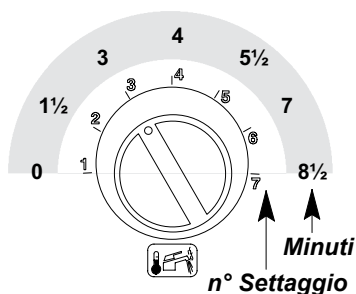
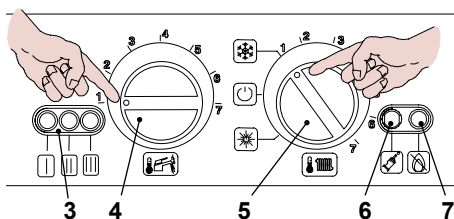
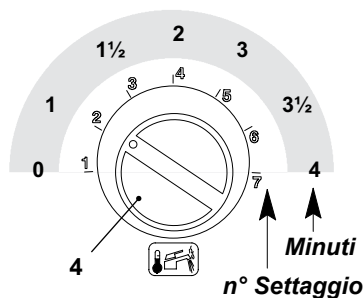

Figura 5.14
Figura 5.15
Figura 5.17
- Se non si visualizza questa sequenza premere il pulsante di ripristino 6 in Figura 5.15 tante volte fino alla visualizzazione.
Per visualizzare il settaggio impostato tenere premuto il pulsante di ripristino 6 in Figura 5.15 per circa 5 secondi. Le spie di segnalazione 3 in Figura 5.15 lampeggeranno un numero di volte pari al settaggio (Figura 5.14).
- Per cambiare il settaggio ruotare la manopola regolazione temperatura sanitari 4 in Figura 5.15 e posizionarla sul tempo prescelto Figura 5.14 (nella figura es. manopola settata per frequenza di riaccensione di tre minuti), la lampada di segnalazione blocco 7 in Figura 5.15 lampeggia velocemente.
- Alimentate elettricamente la caldaia azionando l'interruttore bipolare previsto nella installazione; la lampada di segnalazione 3 in Figura 5.15 lampeggia ogni 4 secondi
- Posizionare il selettore 5 come indicato in Figura 5.15; la lampada di segnalazione 3 lampeggia ad intermittenza circa ogni 2 secondi.
- Tenere premuto il pulsante di ripristino 6 in Figura 5.15 per circa 10 secondi, la lampada di blocco 7 in Figura 5.15 inizierà a lampeggiare.
- Per settare il tempo di postcircolazione della pompa le spie di segnalazione 3 in Figura 5.15 devono essere visualizzate come in Figura 5.16 (legenda spie a pag. 7)
- Se non si visualizza questa sequenza premere il pulsante di ripristino 6 in Figura 5.15 tante volte fino alla visualizzazione (1 volta).
Per visualizzare il settaggio impostato tenere premuto il pulsante di ripristino 6 in Figura 5.15 per circa 5 secondi. Le spie di segnalazione 3 in Figura 5.15 lampeggeranno un numero di volte pari al settaggio (Figura 5.17).
- Per cambiare il settaggio ruotare la manopola regolazione temperatura sanitari 4 in Figura 5.15 e posizionarla sul tempo pre-scelto Figura 5.17 (nella figura es. manopola settata per postcircolazione di un minuto), la lampada di segnalazione blocco 7 in Figura 5.15 lampeggia velocemente.
Per memorizzare il settaggio premere il pulsante di ripristino 6 in Figura 5.15 per circa 5 secondi, le spie di segnalazione 3 in Figura 5.15 lampeggiano tutte quante simultaneamente come in Figura 5.18 (leggenda spie a pag. 7)